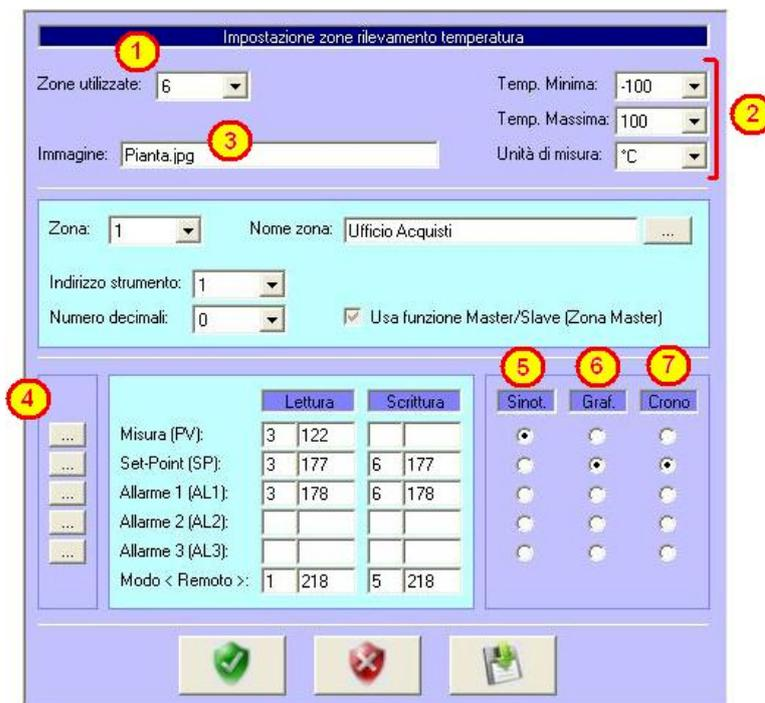
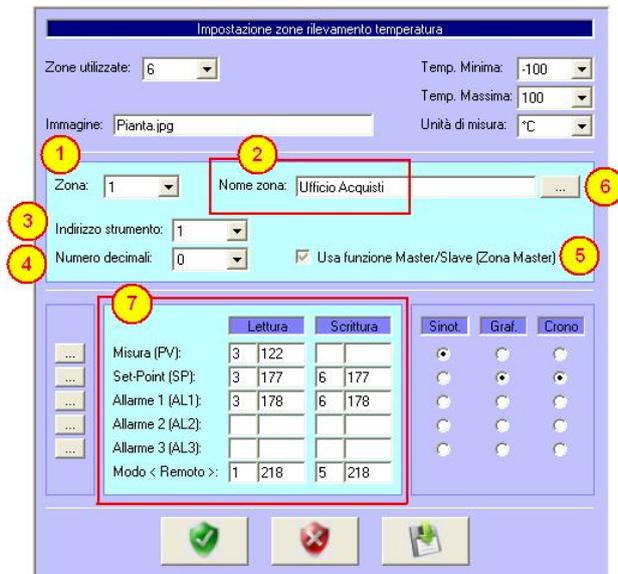

Figura 4.4: Impostazioni delle zone – prima parte
Figura 4.5: Impostazioni delle zone – seconda parte
Selezionando *Settaggi* → *Zone rilevamento temperatura* (figura 4.2) si accede alla configurazione delle zone che rilevano la temperatura (o altre grandezze elettriche) – figura 4.4. Attualmente il programma è in grado di gestire fino a 30 strumenti.
In figura 4.4 sono indicati tutti i principali parametri riconducibili alla singola zona di misura (sia essa una temperatura o un'altra grandezza elettrica). I parametri evidenziati dal fondo azzurro sono riferiti alla singola zona mentre quelli su fondo più scuro sono riferiti a tutte le zone.
1. Definire il numero di strumenti che verranno monitorati (figura 4.4 – punto 1). Sono possibili i valori da 0 (nessuna zona) a 30 (numero massimo di zone attualmente impostabili).
2. Definire i limiti di temperatura (Temp. Minima / Temp. Massima) e l'unità di misura delle zone (°C, °F o altra unità) (figura 4.4 – punto 2).
3. Definire l'immagine di sfondo che sarà visualizzata nel sinottico (figura 4.4 – punto 3). L'immagine deve essere in formato jpg (o bitmap) "800 x 600 punti" e deve risiedere nella cartella in cui è stato installato il programma.
4. Definire i nomi dei pannelli (figura 4.4 – punto 4). Questa è una impostazione generale. Se fossero presenti pannelli con riferimenti a particolari grandezze elettriche occorre definirli in modo conforme a quanto descritto nella successiva impostazione supplementare.
5. Definizione di quale valore verrà inserito nel sinottico in corrispondenza del tasto relativo alla zona (vedi paragrafo 3.5.5.1). (figura 4.4 – punto 5).
6. Definizione di quale valore verrà registrato nel grafico (vedi paragrafo 3.6). (figura 4.4 – punto 6).
7. Definizione di quale valore farà riferimento la funzione cronotermostato (figura 4.4 – punto 7). Si ricorda che la funzione cronotermostato è disponibile solamente, se opportunamente abilitata, nella sola versione per impianti civili. Per maggiori informazioni consultare il paragrafo 3.10.
8. Salvare le impostazioni mediante il comando "Salva" (figura 4.4 - dischetto con freccia verde).
1. Selezionare il numero della zona da impostare (figura 4.5 – punto 1). Si ricorda che se si utilizza la funzione Master/Slave (cfr. capitolo 3.9) la zona numero 1 è la zona “Master”.
2. Definire il nome della zona (figura 4.5 – punto 2). Il nome della zona la identificherà in tutte le parti del programma.
3. Definire l'indirizzo del nodo (figura 4.5 – punto 3). L'indirizzo del nodo deve essere stato precedentemente impostato all'interno dello strumento corrispondente. Sono validi i valori da 1 a 255 in conformità allo standard Modbus-RTU.
4. Definire il numero di decimali utilizzato. Questo valore sarà utilizzato per tutti i parametri letti dallo strumento con codice funzione 3 e 4 e scritti sullo strumento con codice funzione 6. Sarà ignorato per i parametri letti con i codice funzione 1 e 2 e scritti con il codice funzione 5 (figura 4.5 – punto 4).
5. Selezionare l'eventuale uso della funzione Master/Slave (figura 4.5– punto 5).
6. Nel caso in cui per la zona selezionata occorra utilizzare una icona alternativa oppure occorra definire dei nomi particolari per i pannelli (nel caso in cui una zona controlli grandezze differenti dalle altre) cliccare sul tasto a fianco del nome della zona (figura 4.5 – punto 6) e seguire le seguenti impostazioni:
7. Impostare i codici funzione e gli indirizzi dei parametri (figura 4.5 – punto 7). Lasciare vuoto il campo se il parametro non è leggibile e/o scrivibile. Lasciare inoltre bianchi i campi relativi a parametri che non si desidera leggere. Nell'esempio di figura 4.4 vengono letti i parametro 122, 177 e 178 con codice 3, scritti i parametri 177 e 178 con codice 6 e gestita la funzione remoto (parametro 218) in lettura con codice 1 ed in scrittura con codice 5.
8. Salvare le impostazioni mediante il comando “Salva” (figura 4.5 – dischetto con freccia verde).
Per terminare la configurazione delle zone e chiudere la finestra delle impostazioni cliccare sul tasto "Ok" (scudo verde di figura 4.5). Cliccando sul tasto "Annulla" (scudo rosso di figura 4.5) la finestra verrà comunque chiusa ma le impostazioni non salvate saranno eliminate.